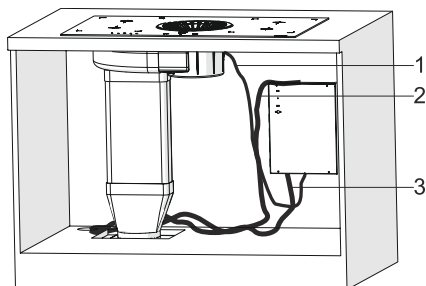

Fig. 25
11. ► Koppla alla kablar (Fig. 25).